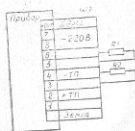

Рис. 4.
8.1. Подключить милливольтметр согласно схемам электрических соединений (рис. 4, 5). Подключение термоэлектрического термометра в милливольтметру производить компенсационным проводом с соблюдением полярности.